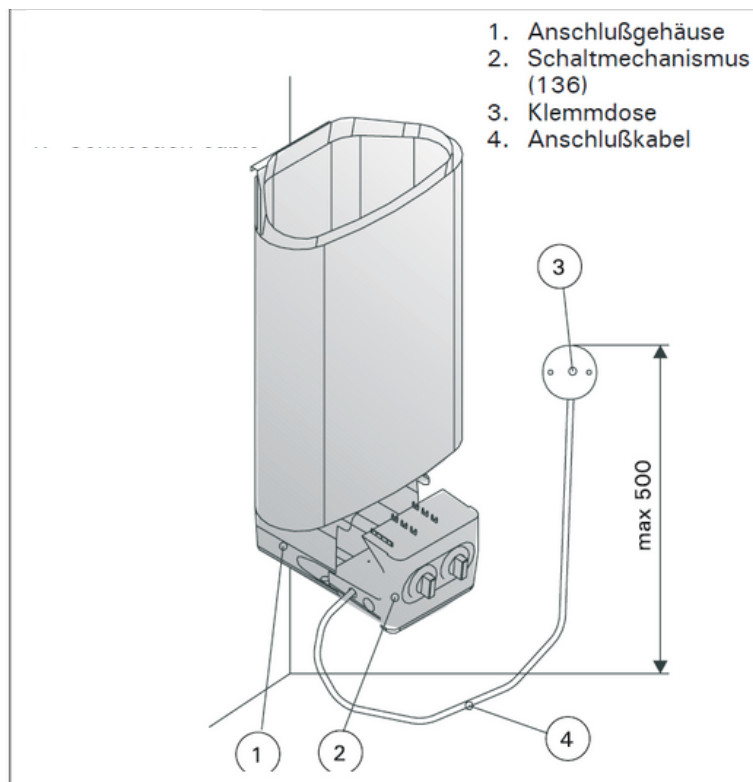

Abbildung 9. Anschluß des Saunaofens
- Der Saunaofen wird halbfest an die Klemmdose (Abb. 9: 3) an der Saunawand befestigt. Die Klemmdose muß spritzwasserfest sein und darf höchstens 500 mm über dem Fußboden angebracht werden.
- Als Anschlusskabel (Abb. 9: 4) wird ein Gummikabel vom Typ H07RN-F oder ein entsprechendes Kabel verwendet.